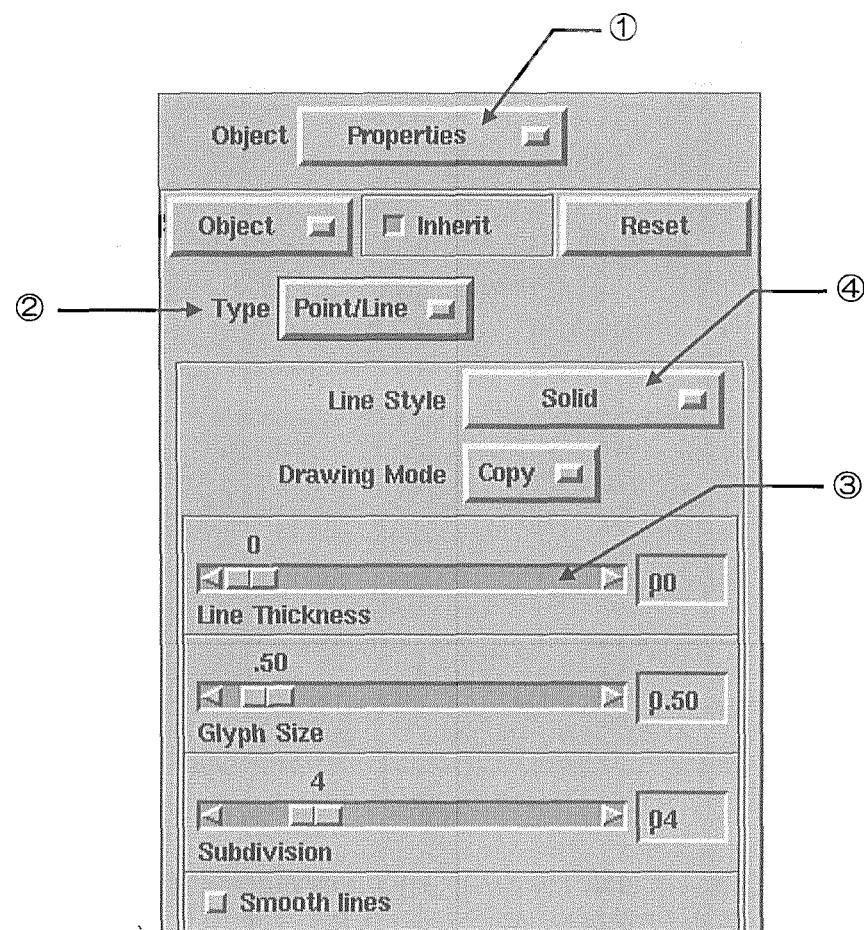

図 3-18 [Point/Line] オブジェクト・エディタ
オブジェクトをライン表示した時には、ラインの幅とタイプを指定することができます。オブジェクトエディタ・メニューから [Properties] を選択します(図 3-18 ①)。メニューの中の Type 選択メニューから [Point/Line] を選択します(図 3-18 ②)。メニューは図 3-18 のように変わります。
[Line Thickness]スライダーの値を大きくするとライン幅が太くなります(図 3-18 ③)。
ラインタイプを指定する場合は、[Line Style]から選択します(図 3-18 ④)。